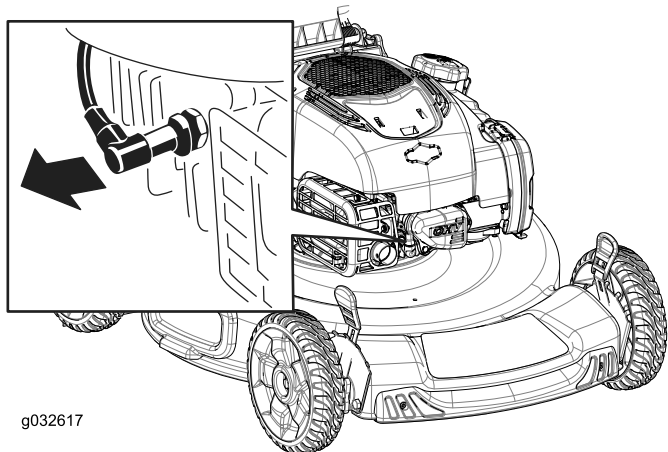

Рисунок 29
2. Отсоедините провод от свечи зажигания (Рисунок 29), прежде чем выполнять любые процедуры технического обслуживания.